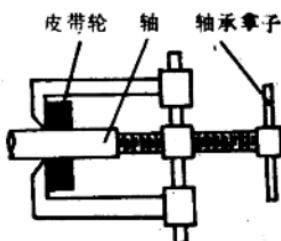

图1-3 皮带轮拿子
2. 用拿子（也叫做扒子、启轮器）把皮带轮或靠背轮慢慢拆下，如图1-3所示。